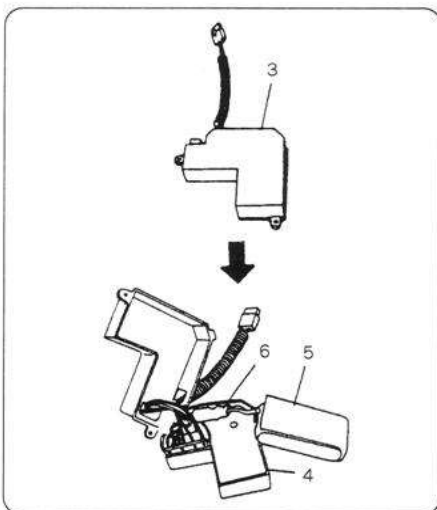

図47
③電池ケース(3)を外したら、ケースの底から緩衝ゴム(4)を引き出します。バッテリー(5)を取り出し、コネクター(6)を外します。(図47)